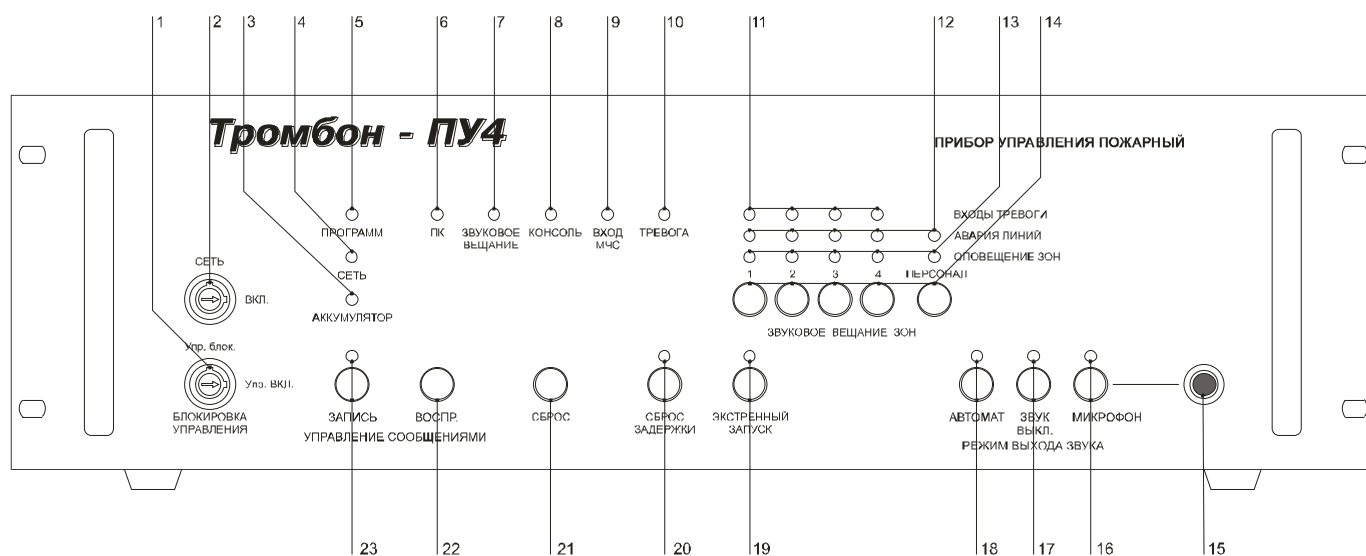

Рис. 1. Внешний вид ППУ «Тромбон – ПУ-4» и расположение органов управления и индикации.
4. Любые другие значения сопротивления линии связи, воспринимаются Прибором как авария линии связи с ППКП. На передней панели Прибора зажигается индикатор аварии линий (рис. 1, поз. 12) соответствующий номеру неисправной линии и периодически издает звук зуммера.
Основной режим работы Прибора. В этом режиме все реле Прибора выключены, питание на усилитель мощности не подается. В «Дежурном режиме» Прибор выполняет контроль входов пожарной сигнализации, входа МЧС и контроль линий связи с оповещателями. В «Дежурном режиме» работы на передней панели Прибора горят индикаторы «Сеть» и «Автомат» (рис. 1, поз. 4, 18).
В режиме «Звуковое вещание» выполняется трансляция сигналов, поступающих на линейный вход Прибора в любые зоны по выбору оператора. Вход в режим «Звуковое вещание» и выбор зон выполняется нажатием кнопок «Звуковое вещание зон» (рис. 1, поз. 14).
При включении режима «Звуковое вещание» загораются индикаторы «Звуковое вещание» и «Оповещение зон» (рис. 1, поз. 7, 13).